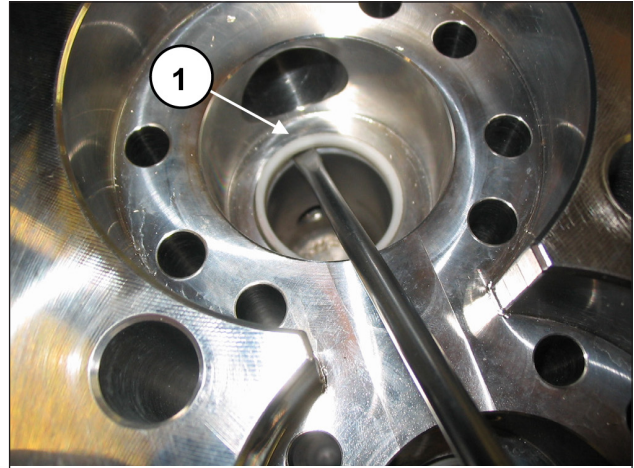

Fig. 116
If necessary, make any replacements (pos. ①, Fig. 116).